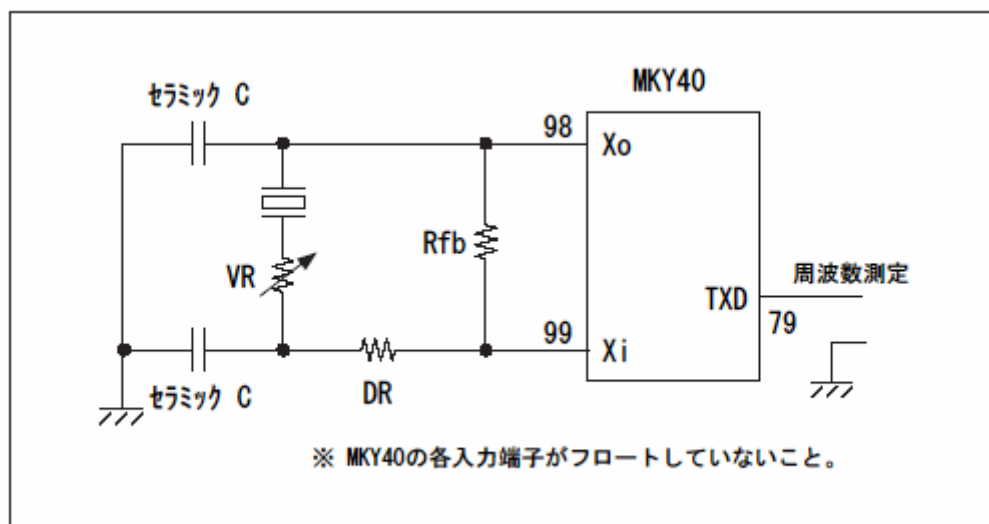

図 . 1
通常、量産品に利用する発振子を選択する場合、利用者が発振子メーカーへ、対象のLSIを提供し、そのLSIと発振子に適合する周辺部品の値の提示を受けることが一般的です。これは、発振子がアナログ的に動作するため、発振子自体が持つ特性による周辺部品の値の策定が必要だからです。しかし、量産対象品では無い場合は、発振子メーカーがこの依頼を受け付けてくれない場合もあります。そこで水晶発振の安定度を見て周辺定数を策定する方法を例示します。選択した固有の水晶発振子の持つ付加容量や等価抵抗値から、周辺部品の値を決定して、安定度を策定する方法です。MKY40においては、より適切な帰還抵抗値を設定可能とする配慮から、LSI内部に帰還抵抗はありません。発振子には、発振子メーカーが掲示する素子固有のパラメータがあります。MKY40が採用しているC-MOSインバータをアンプとして利用する形態の発振回路では、発振子メーカーが掲示するパラメータの負荷容量と等価抵抗値に着目します。等価抵抗値は、発振回路の安定度や余裕度を測定し、判定する基準となります。図.1及び下記の方法により評価実施と回路定数を選択します。
1. 図.1 のように、発振子に直列にVRを増設し、TXD端子における発振の確認と周波数を測定します（各パーツはLSIの直近に配置し、配線を引き回してはいけません。また、VRには高周波特性の良いポテンションメータ等が良好です）。